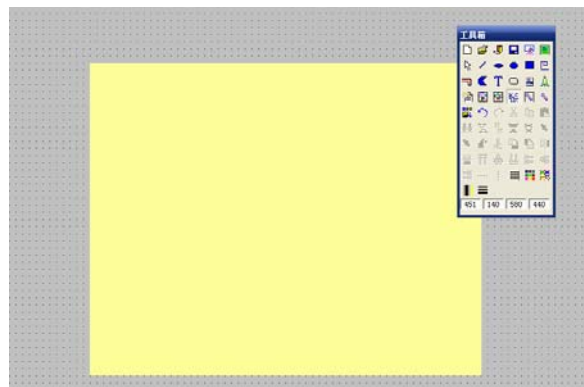

图 3-24
2、进入组态王开发系统，单击工具箱中“点位图”图标，移动鼠标，在画面上画出一个矩形方框，如下图 3-24 所示：